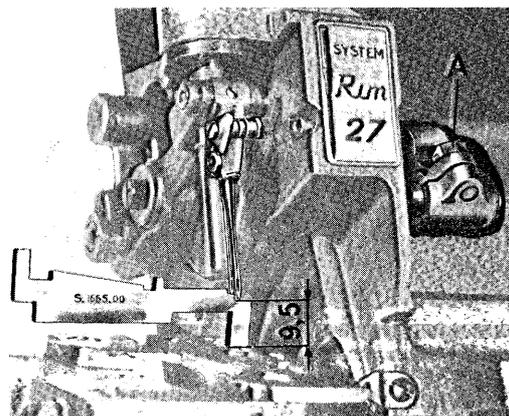

fig. 3
3. Posizionamento dell'ago sopraggitto (fig. 3)
- per effettuare correzioni in altezza del morsetto porta ago, agire sulla vite A (fig. 3) controllare con calibro S 1665 00